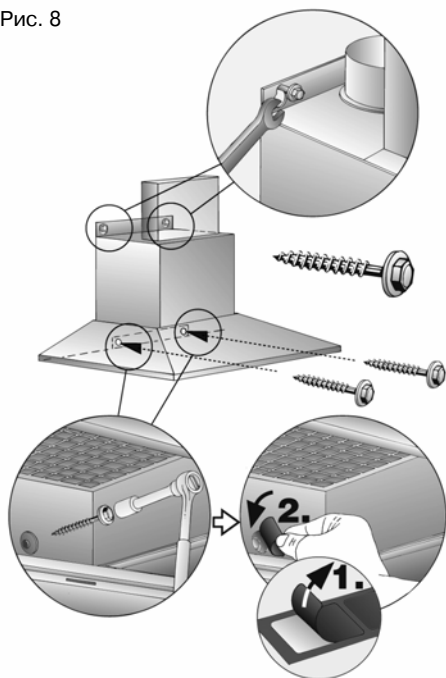

Рис. 9
13. Соедините обе секции вытяжной трубы (прорези в верхней секции должны быть направлены вниз) и вставьте в отверстие в вытяжке. Рис. 9.
**⚠** При вставлении секций одну в другую старайтесь их не поцарапать, для чего, например, установите в качестве защиты монтажные шаблоны по краям нижней секции вытяжной трубы. Рис. 9.